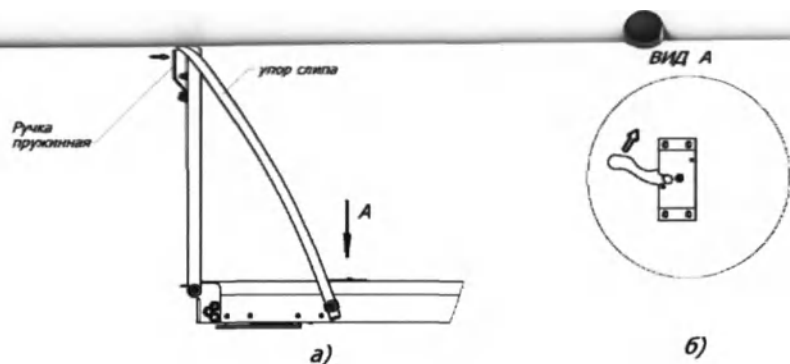

Рис. 10
- Убедитесь что двери ТСМП зафиксированы в открытом положении. Подготовьте УП к выгрузке (освободить упор слипа, нажав на ручку пружинную, и откинуть слип(рис. 10 а) и освободить тележку от фиксатора (рис. 10 б)
- убедившись, что тележка зафиксирована (в головной части упором, в ножной части фиксатором рис. 10б, поднять слит и упор слита, зафиксировав их в верхнем положении ручкой пружинной, рис. 10б, поднять слит и упор слита, зафиксировав их в верхнем положении ручкой пружинной.